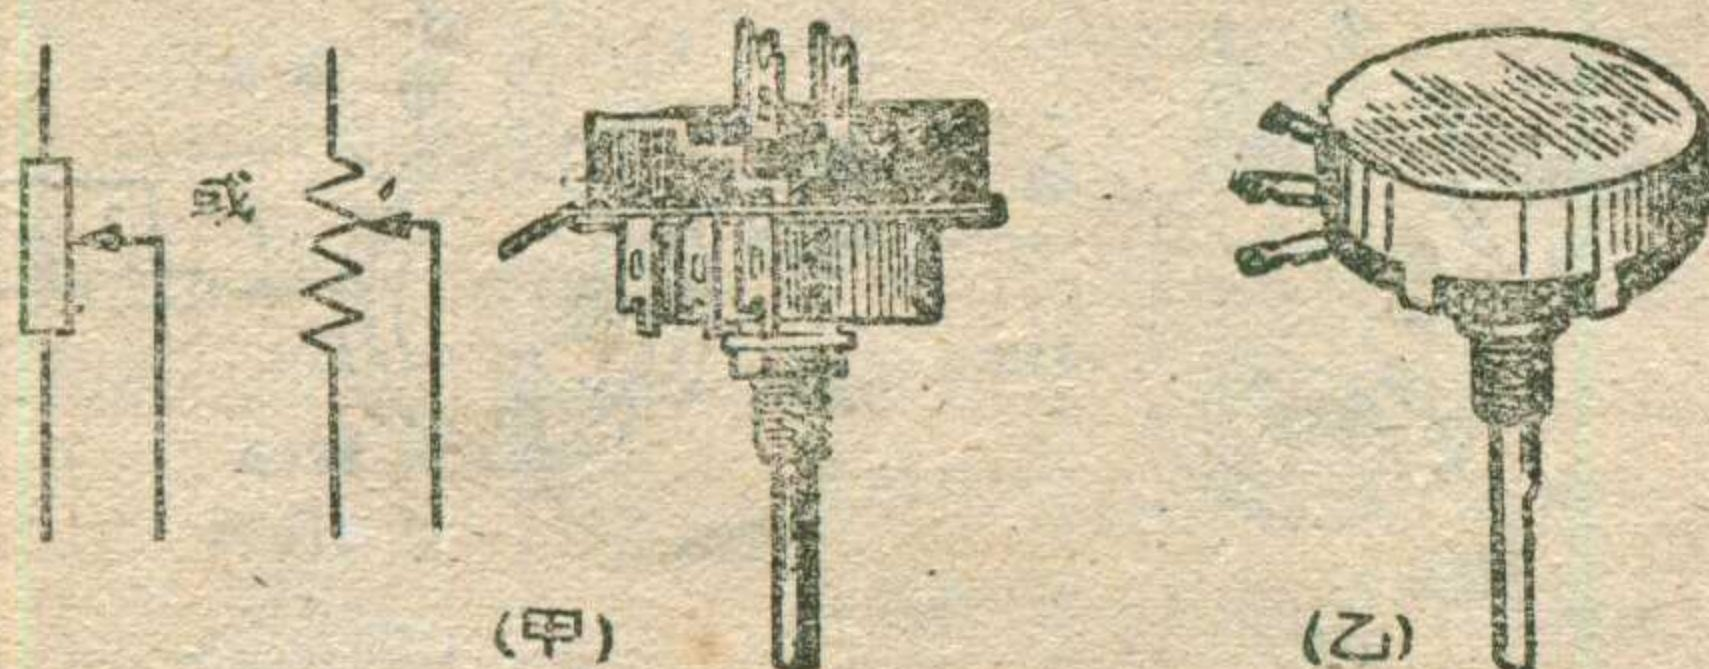

图 7
**垂直直線性旋鈕** 这个旋鈕是用来消除图像上部长下部扁,或者上部扁下部长(图7)的現象。这种現象叫“垂直直線性”不良,使图像产生畸形現象。調节此鈕可使图像在垂直方向恢复正常。
电位器的外形见图7。电位器时常附有一个电源开关（图7，甲），因此在旋转轴开始旋转时只起控制开关的作用，这一段的电阻体是涂上银粉的，阻值很小，直到开关动作以后，才发生阻值的变化。